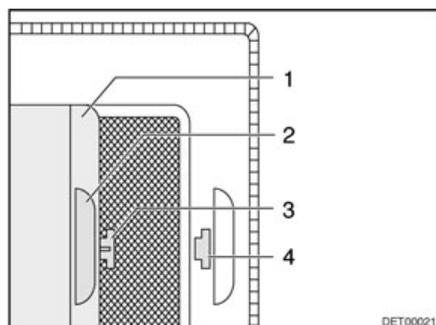

Fig. 64 Persiana oscurecedora enrollable
- Tirar de la persiana oscurecedora enrollable (Fig. 64,1) por el asidero (Fig. 64,2) y enganchar el gancho (Fig. 64,3) en el orificio (Fig. 64,4).
- Sacar el gancho (Fig. 64,3) del orificio (Fig. 64,4) y devolver a su posición la persiana oscurecedora enrollable.